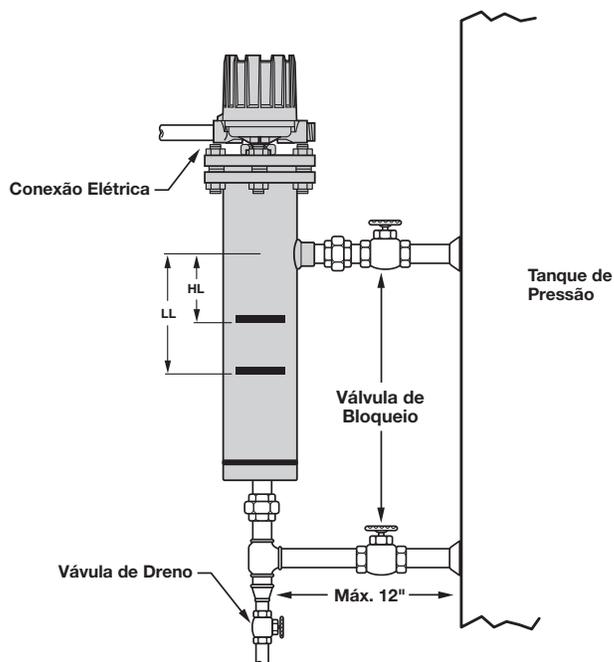

Figura 3
A Figura 3 mostra uma instalação típica de tubulação de um controle de boia para uma válvula de pressão. Uma etiqueta com instruções de proteção do instrumento fornece dados dimensionais sobre os níveis de atuação do controle referenciados a partir da linha central da conexão do reservatório do lado superior. A chave controla para que os níveis de atuação correspondam aos pontos de disparo do nível de líquido desejado no tanque de processo.
6. Se o conjunto do ímã estiver balançando livremente e mesmo assim o mecanismo não for acionado, verifique a instalação da chave para certificar-se de que ela está dentro dos três graus especificados em relação à vertical. Utilize o nível de líquido do lado do tubo núcleo em dois lugares, afastados em um ângulo de 90°. Consulte a Figura 3 na página 5.